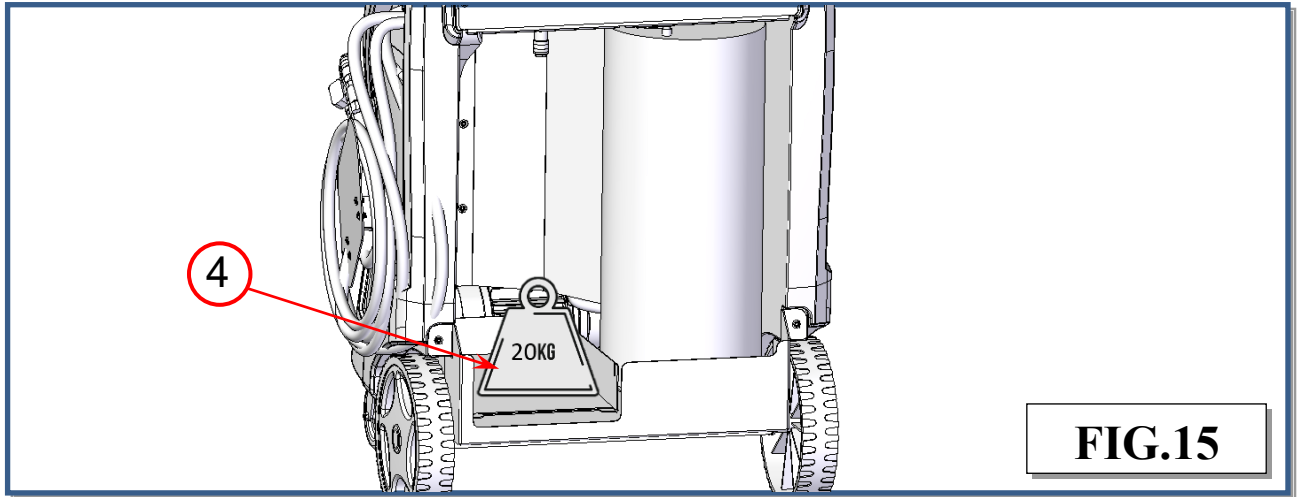

FIG.15
- Coloque un peso de referencia de 20 kg (ver 4, Fig. 15) en el centro del plato de la báscula.